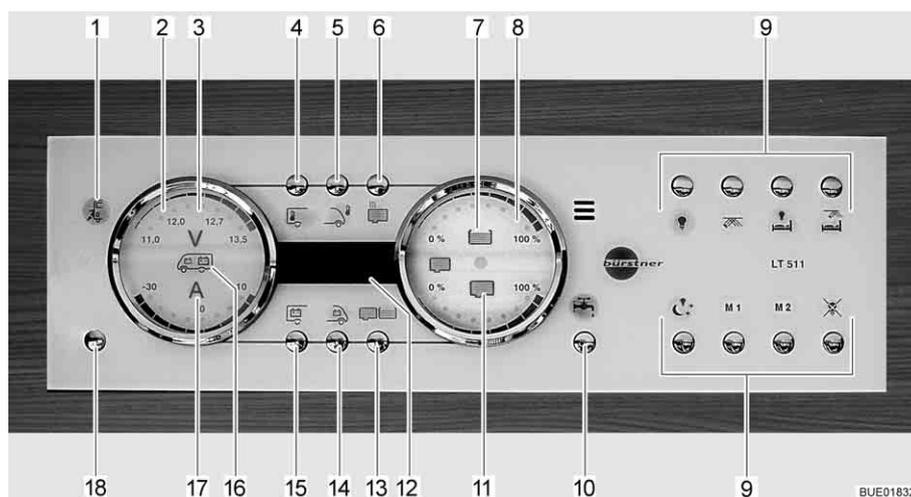

Fig. 118 Panel LT 511
Se enciende la luz de control de 230 V (Fig. 118,1) cuando hay tensión de red en la entrada del bloque eléctrico.
El interruptor principal de 12 V (Fig. 118,18) conecta y desconecta el panel y la alimentación de 12 V del habitáculo.
- Pulsar la tecla de la alimentación de 12 V (Fig. 118,18) brevemente. La alimentación de 12 V del habitáculo está conectada. La visualización de control "12 V" está encendida.
- ▷ En caso de que después de la conexión parpadeen tanto el LED "11,0" de la visualización de voltios así como el símbolo Voltios "V" (Fig. 118,3) en el instrumento indicador Baterías (Fig. 118,2), será demasiado baja la tensión de la batería del habitáculo. Cargar la batería.
- ▷ En caso de que después de la conexión parpadeen tres veces la visualización de control 12 V y el símbolo Voltios V (Fig. 118,3), estará activada la separación de batería. Desactivar la separación de batería.
- Pulsar la tecla de la alimentación de 12 V (Fig. 118,18) brevemente. La alimentación de 12 V del habitáculo está desconectada. La visualización de control "Alimentación de 12 V" se apagará.
- Pulsar la tecla Batería del habitáculo (Fig. 118,15) y mantenerla pulsada aprox. 10 segundos. El símbolo Voltios "V" (Fig. 118,3) y la visualización de control "12 V" parpadearán tres veces. La batería del habitáculo está separada de la red de a bordo de 12 V.
- Pulsar la tecla de la alimentación de 12 V (Fig. 118,18) y mantenerla pulsada aprox. 5 segundos. El símbolo Voltios "V" (Fig. 118,3) y la visualización de control "12 V" parpadearán tres veces. La batería del habitáculo está conectada a la red de a bordo de 12 V. La visualización de control estará encendida durante aprox. 5 segundos.
- Pulsar la tecla Batería del habitáculo (Fig. 118,15). El símbolo Voltios "V" (Fig. 118,3) estará encendido. Según la carga o la descarga, el símbolo Amperios "A" (Fig. 118,17) estará encendido de color blanco o bien rojo. La tensión de la batería y la corriente de la batería del habitáculo son visualizadas a través de LED en el instrumento indicador.
- Pulsar la tecla Batería del motor de arranque (Fig. 118,14). El símbolo Voltios "V" (Fig. 118,3) estará encendido. La tensión de la batería del motor de arranque es visualizada a través de LED en el instrumento indicador.
- Pulsar la tecla Depósitos (Fig. 118,13). Los símbolos Depósito de agua (Fig. 118,7) y Depósito de aguas residuales (Fig. 118,11) estarán encendidos. Los niveles de llenado del depósito de agua (escala superior) y del depósito de aguas residuales (escala inferior) serán visualizados a través de LED en el instrumento indicador.
El símbolo Depósito de agua (Fig. 118,7) o el símbolo Depósito de aguas residuales (Fig. 118,11) parpadeará si el depósito de agua está vacío o el depósito de aguas residuales está lleno.
A través del visualizador digital (Fig. 118,12) es posible visualizar la temperatura interior y la temperatura exterior.
- Pulsar la tecla Temperatura interior (Fig. 118,4). Indica la temperatura interior.
- Pulsar la tecla Temperatura exterior (Fig. 118,5). Indica la temperatura exterior.
Con la tecla Bomba de agua (Fig. 118,10), se puede conectar y desconectar la bomba de agua.